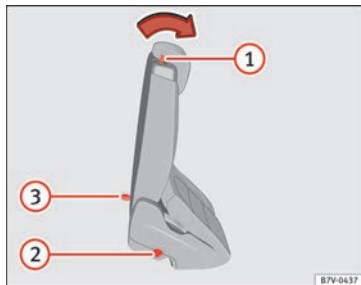

Fig. 83 Segunda fila de asientos: mandos de la ayuda de acceso.
• Si los hubiera, retire los objetos situados en la zona reposapiés de la segunda fila de asientos »» ①.
• Empuje la palanca »» **fig. 83** ① hacia delante y abata el respaldo del asiento trasero. Este asiento se abate por completo hacia delante »» ⚠ y todavía se puede desplazar más longitudinalmente hacia delante.
• El asiento trasero debe quedar bien encastado para poder garantizar el efecto protector de los cinturones de seguridad en las plazas del asiento trasero. La marca roja »» **fig. 83** ② no deberá verse »» ⚠ en Plegar los asientos traseros como superficie de carga de la pág. 109.
Si la palanca »» **fig. 83** ① no funciona, por ejemplo, después de un accidente, desde la tercera fila se pueden plegar hacia delante los asientos de la segunda fila para facilitar la salida desde la tercera fila »» ⚠.
- Tire del asa »» fig. 83 ③ hacia atrás y abata el respaldo del asiento trasero. La banqueta completa se pliega hacia delante »» ⚠.
- Una marca roja en el lado del asiento »» fig. 83 ② advierte que el respaldo no está